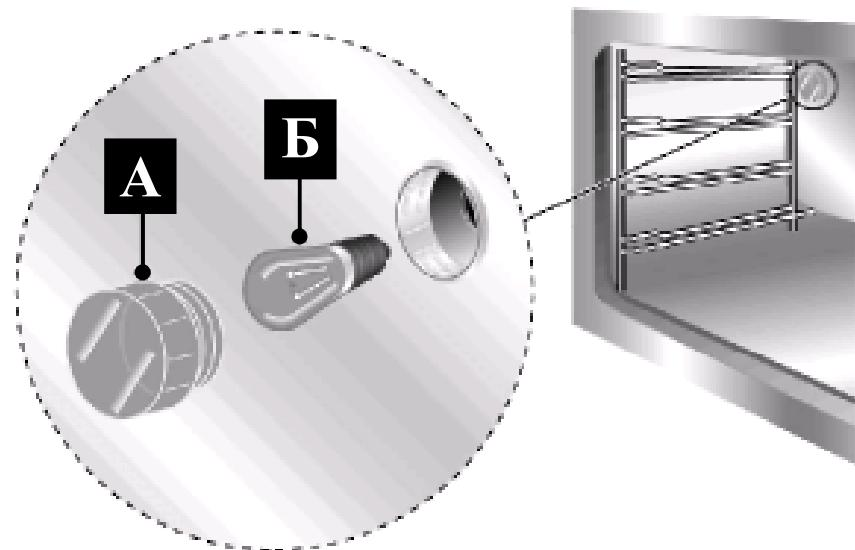

Рис. 8
Для замены лампы снимите боковые направляющие, затем отверните стеклянный плафон (A) (рис. 8). Выверните сгоревшую лампу (Б) и замените ее новой. Установите на место стеклянный плафон А.